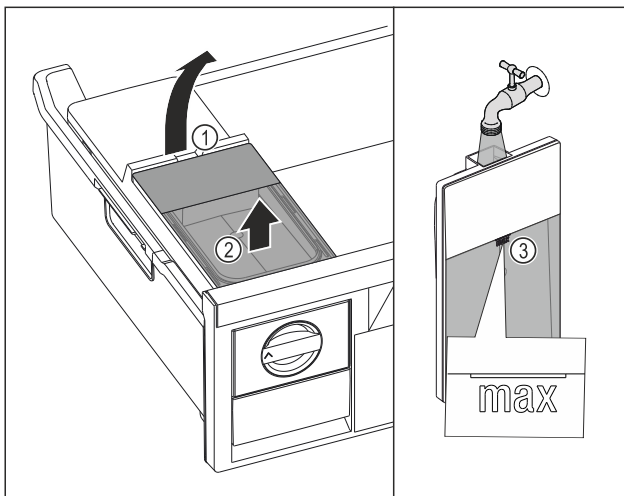

Fig. 98
- Soulever le réservoir d'eau par l'encoche Fig. 98 (1).
- Retirer le réservoir d'eau par le haut. Fig. 98 (2)
- Remplir le réservoir d'eau potable jusqu'au repère Fig. 98 (3).